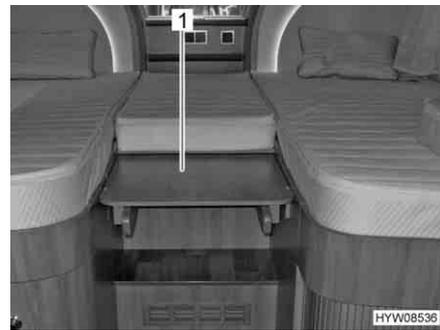

Fig. 74 Estrazione dell'ampliamento
- Afferrare ed estrarre l'ampliamento (Fig. 74,1). Insieme all'ampliamento viene estratta anche la scaletta.